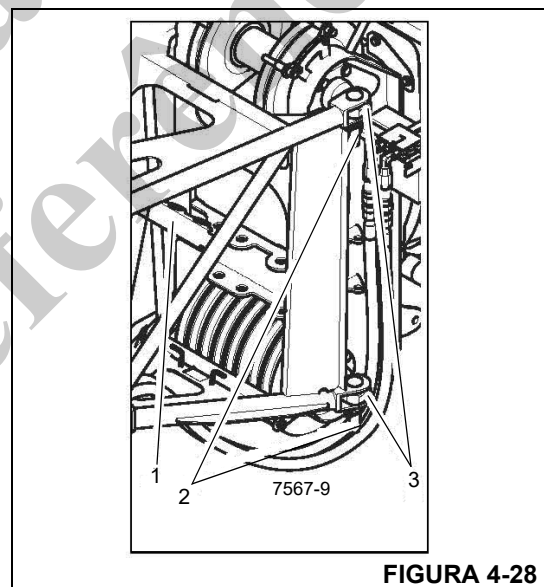

FIGURA 4-28
9. Retire os pinos dos suportes (1) (Figura 4-28). Instale os pinos (2) nos olhais de montagem (3) e prenda com os grampos de retenção.